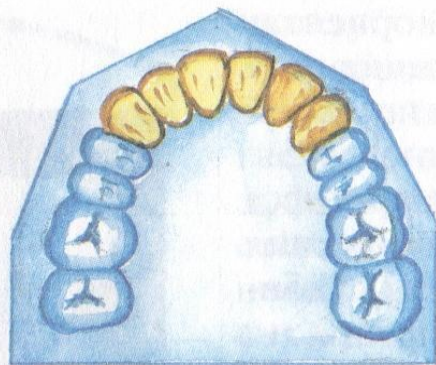

**Рис. 238.** Принципы шинирования при заболеваниях пародонта. Перераспределение давления на пародонт (по Боянову-Христозову).
**В основе ортопедического лечения болезней пародонта лежит использование резервных сил пародонта; выравнивание функционально-силовых взаимоотношений и их перераспределение между группами зубов и зубными рядами в целом (рис. 238). Создание различными конструкциями шин и шин-протезов устойчивости зубов при жевании способствует эффективности лечения заболеваний пародонта.**